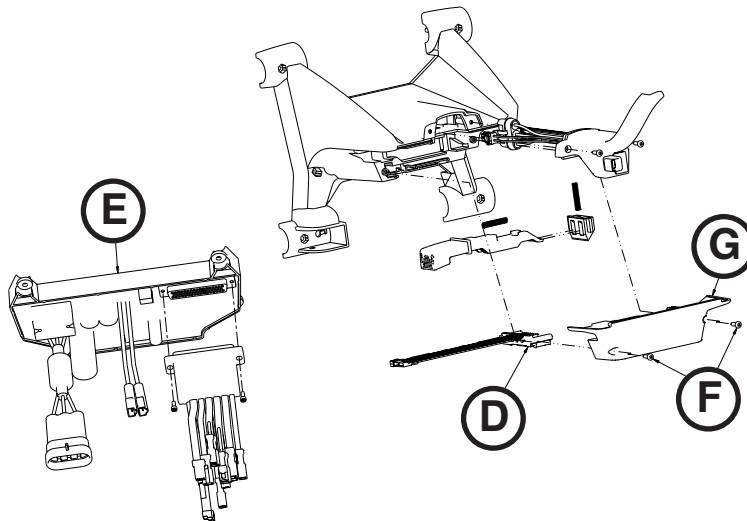

Figure 64
6. Débrancher les fils noirs et rouges qui raccordent le câble de la civière (D) au système de commande (E) (Figure 64).
7. A l'aide d'un tournevis Torx T20, retirer les deux vis delta (F) de la plaque inférieure du coffret côté pieds (G) pour pouvoir le retirer (Figure 64). Conservez toutes les pièces pour les réinstaller.